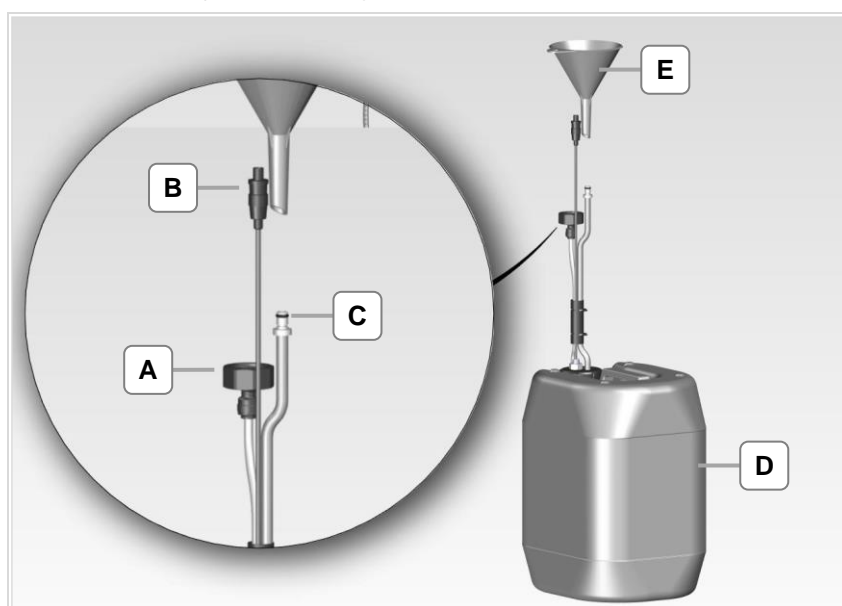
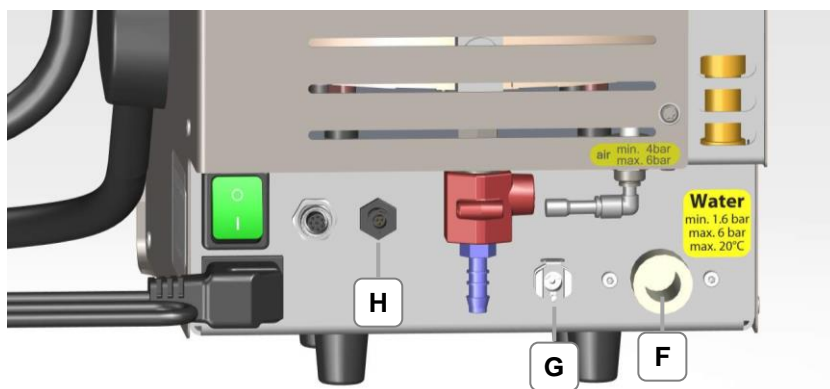
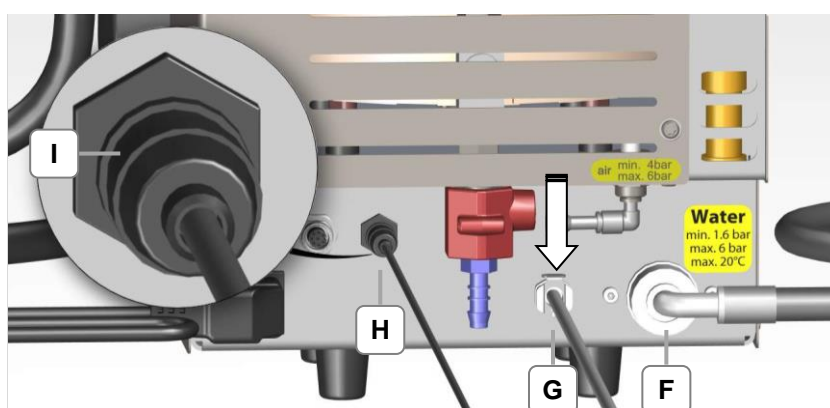
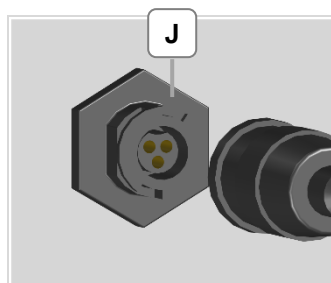

Bild 4.5.1: Kanister mit Zubehör
Bild 4.5.2: Anschlüsse für den Betrieb mit Kanister
Bild 4.5.3: Anschlüsse für den Betrieb mit Kanister (angeschlossen)
Bild 4.5.4: Steckerausrichtung (J)
<p>Auslaufendes Wasser!</p> <p>Wird ein mit Kanister montiertes Gerät an einen Festwasser-Anschluss angeschlossen, muss der Entlüftungsschlauch (Bild 4.5.3-G) entfernt werden.</p> <ul style="list-style-type: none"><li>• Den Entlüftungsschlauch entfernen, damit der Kanister nicht überläuft.</li></ul>
1. Schrauben Sie das Schraubgewinde (Bild 4.5.1-A) des Schlauchs an den Wasseranschluss des Gerätes (Bild 4.5.2-F). Prüfen Sie, ob die Dichtung im Schraubgewinde (Bild 4.5.1-A) eingelegt ist.
2. Schließen Sie den Kabelstecker (Bild 4.5.1-B) für die Füllstandüberwachung am Anschluss (Bild 4.5.2-H) an und drehen Sie die vordere Verschraubung (Bild 4.5.3-I), bis sie einrastet. Steckerausrichtung beachten (Bild 4.5.4-J).
3. Stecken Sie den Entlüftungsschlauch (Bild 4.5.1-C) in den Anschluss (Bild 4.5.2-G).
<p>Befestigung Wasseranschluss Kanister prüfen!</p> <ul style="list-style-type: none"> <li>• Achten Sie auf eine korrekte und sichere Befestigung der Anschlüsse.</li> <li>• Prüfen Sie die Anschlüsse (Bild 4.4.3-E+F) auf Dichtigkeit und Funktion.</li> <li>• Beachten Sie beim Abstecken des Entlüftungsschlauchs, den Verriegelungshebel (Bild 4.5.3-G) in Pfeilrichtung nach unten zu drücken!</li> </ul>